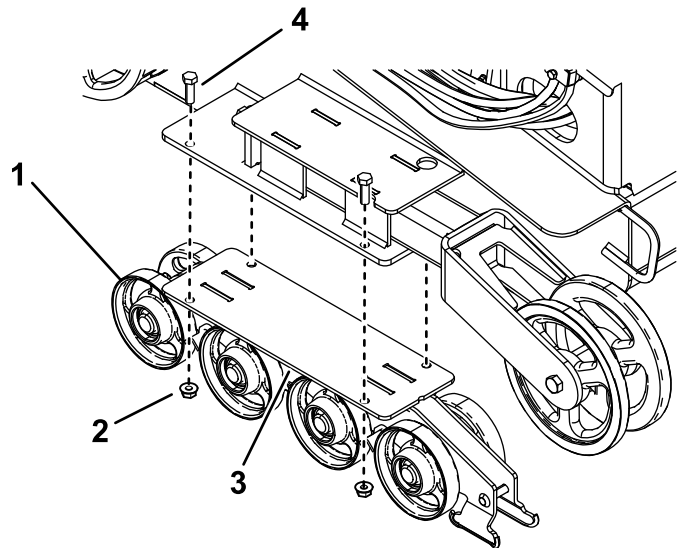

Figura 48
4. Retire los 4 pernos y tuercas que sujetan cada guía de oruga inferior, que contienen las ruedas de rodaje, y retírelas (Figura 48).